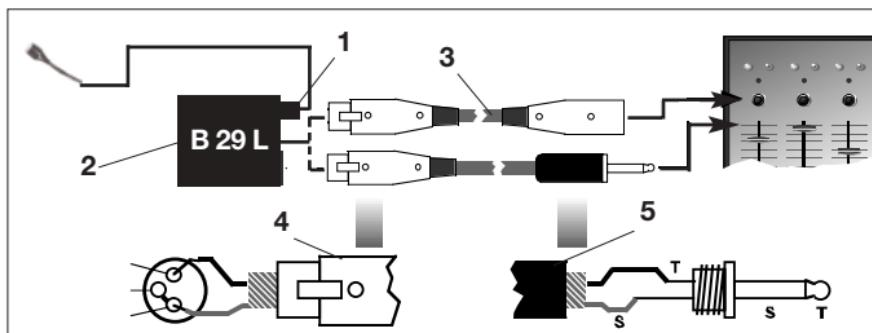

Abb. 3: Anschluss-Schema mit B 29 L
Siehe Abb.3.
- Siehe Abb. 3. 2. Verbinden Sie das B 29 L (2) mit dem gewünschten Eingang.